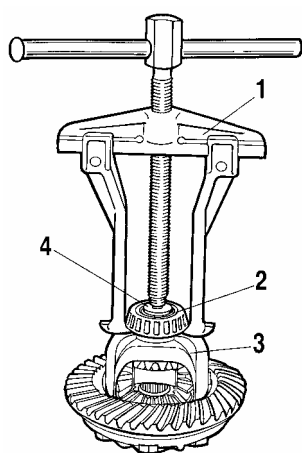

Рис. 3-65. Снятие внутреннего кольца подшипника коробки дифференциала универсальным съемником А.40005/1/6:
- снимите внутренние кольца 2 (рис. 3-65) роликовых подшипников коробки 3 дифференциала, пользуясь для этого универсальным съемником А.40005/1/6 и упором А.45028;